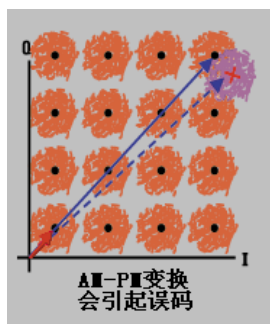

图 8.18 AM-PM 变换引起误码
不希望的相位偏离（PM）会引起模拟信号性能恶化或数字通信系统中误码率（BER）增大。虽然测量数字系统的误码率（BER）十分容易，但这一测量并不能帮助了解产生误码的根本原因。AM-PM 变换是造成误码的主要因素之一，因此，在通信系统中定量测量这个参数至关重要，从下面的 I/Q 图 8.18 中，我们就会知道为什么 AM-PM 变换会引起误码。
- 3) 对于如图8.18所示的64QAM信号 (只画出一个象限), 围绕每个状态的噪声圆相重叠就意味着在统计上会出现误码。